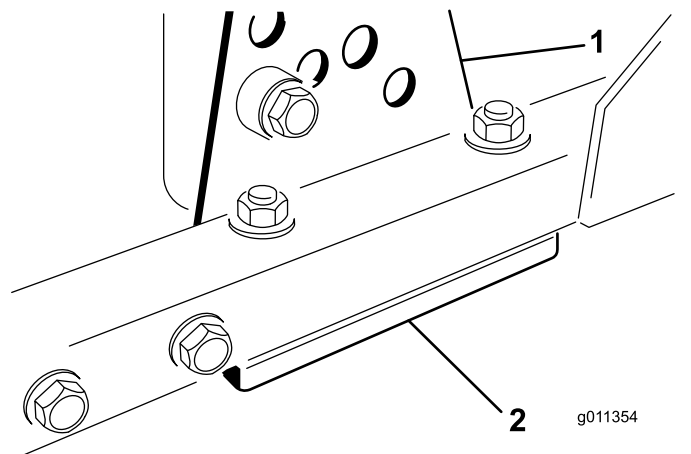

図 83
1. 刈り高ブラケット前、左、右のうち1つをカッティングユニットのフレームから外す図 83。
2. カッティングユニットのフレームとブラケットとの間に厚さ 1.5 mm または 0.7 mm のシム、場合によってはこれらの両方を挿入して、希望する刈り高を達成する図 83。